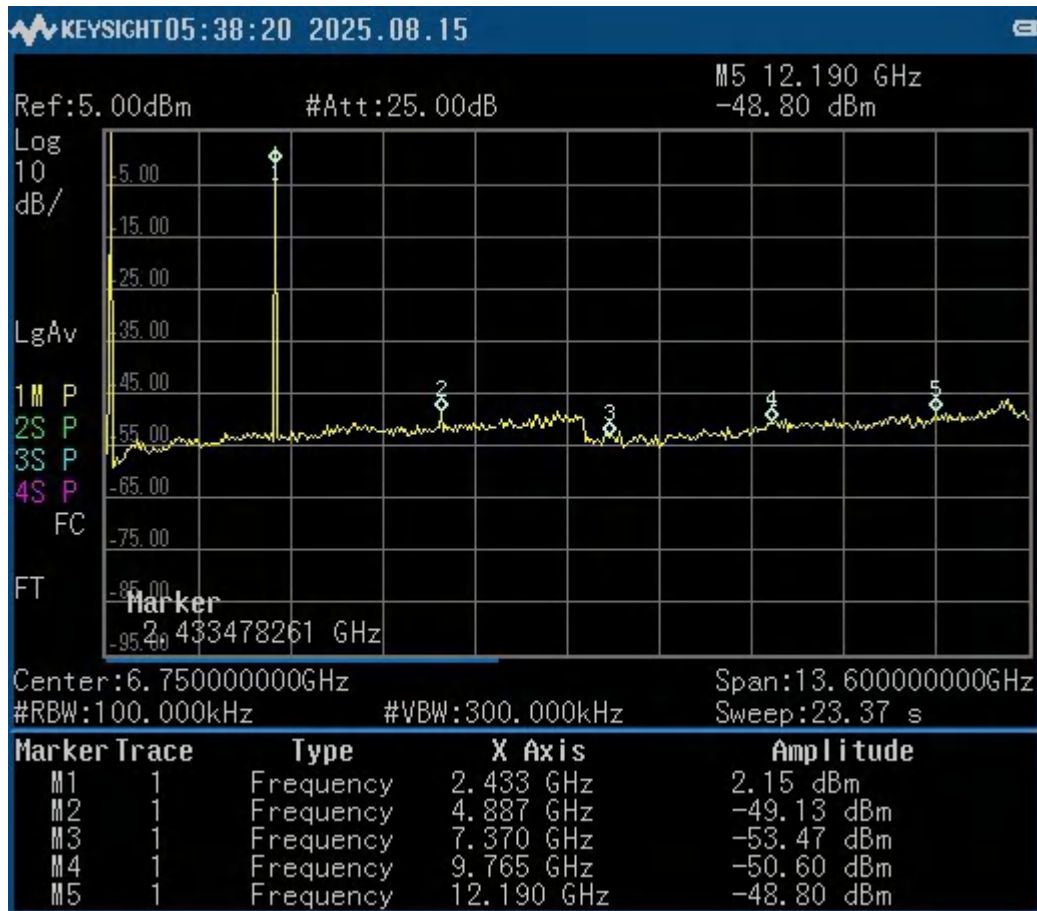

図 7-19. スプリアス放射テストからのスペクトル アナライザ出力
- ステップ 3: スペクトル アナライザの最小制限値から最大制限値までのスプリアスを測定します。(スペクトル アナライザの結果の例については 図 7-19 を参照してください。示されているスプリアスは高調波です)